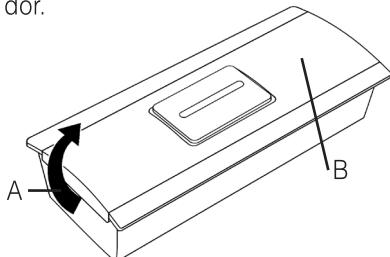

Ilustración 3: Pulsador de llamada
- a) Quite primero la placa frontal de plástico levantándola por una parte de la carcasa (fig. 3 A). Para ello, en caso necesario haga uso de un pequeño destornillador.
- g) Atornille con cuidado el pequeño tornillo (fig. 3 B) con un destornillador de estrella.